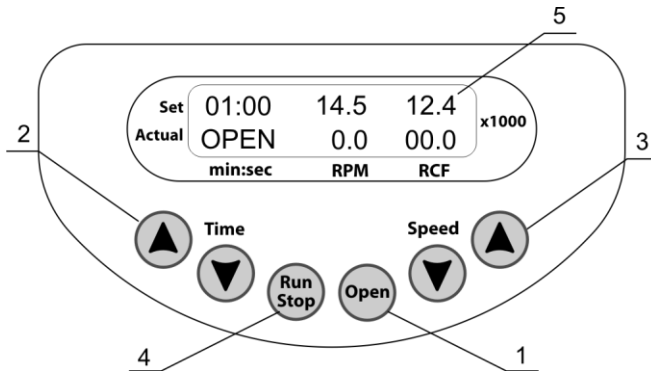
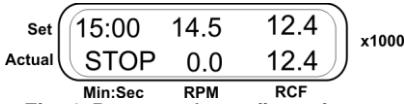
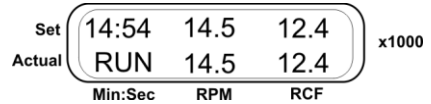

Fig.3. Panneau de configuration
Fig. 4. Panneau de configuration en mode stop («arrêt»).
Fig.5. Panneau de configuration en mode run .
- appuyez sur la touche Open («Ouvrir») (fig.3/1) et ouvrez le couvercle extérieur en le soulevant à la main.
- 4.3. Appuyez sur la touche Open («Ouvrir») (fig.3/1) et ouvrez le couvercle extérieur en le soulevant à la main (voir fig.3 - l'écran affiche OPEN). Le couvercle peut être ouvert uniquement lorsque le rotor s'est arrêté.
- 4.6. Placez le couvercle du rotor sur le rotor en appuyant fermement sur le support du couvercle. Fermez le couvercle extérieur (le clic du verrouillage et l'indication STOP dans la ligne inférieure de l'écran signalent que le couvercle est fermé, voir fig. 4).
- 4.7. À l'aide des touches Time ▲ et ▼ (fig. 3/2), programmez l'intervalle de temps requis.
- 4.8. À l'aide des touches Speed (fig. 3/3), programmez la vitesse requise; utilisez les indications de force centrifuge pour programmer la force centrifuge requise (fig. 3/5). Ces paramètres peuvent être régler pendant l'utilisation.
- 4.9. Appuyez sur la touche **Run Stop** (fig.3/4) pour démarrer la centrifugation. L'indication RUN clignote et la vitesse actuelle s'affiche dans la ligne inférieure (fig. 5). Dans la ligne supérieure, le minuteur se met à décompter une fois que la vitesse programmée est atteinte (indication RUN stable).
- 4.10. La centrifugation s'arrête automatiquement une fois que la durée s'est écoulée. Pendant le freinage, l'écran affiche l'indication clignotante STOP («ARRÊT») (fig. 4). Un signal sonore est émis après l'arrêt complet du rotor; appuyez sur les touches **Run Stop** (fig.3/4) pour arrêter le signal.